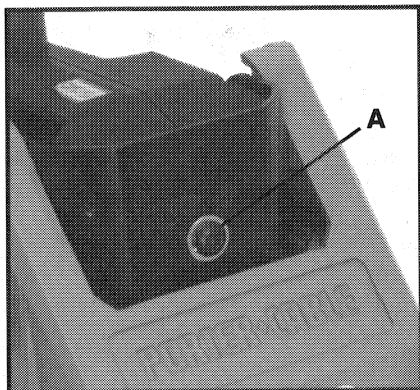

Fig. 2
1. Use la llave hexagonal de  $\frac{5}{32}$ " (provista con la Pocket Cutter®) para aflojar el tornillo superior (A) Fig. 2, de montaje del motor.
2. Incline el grupo de motor hacia abajo y afloje el tornillo superior de montaje del motor (A) Fig. 2.